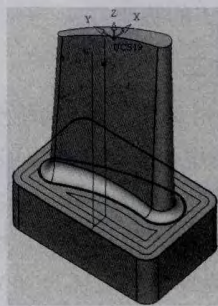

图8 底板顶面精加工刀路
(5) 底板顶面精加工 底板顶面精加工采用2.5轴型腔环切，刀具为D16R0平底刀，安全平面为20mm，零件精加工余量为0，轮廓精度为0.01mm，刀具定位在轮廓上面，切削深度为1mm，侧向步长为4mm，主轴转速为2 500r/min，进给速度为450mm/min。底板顶面精加工刀路如图8所示。